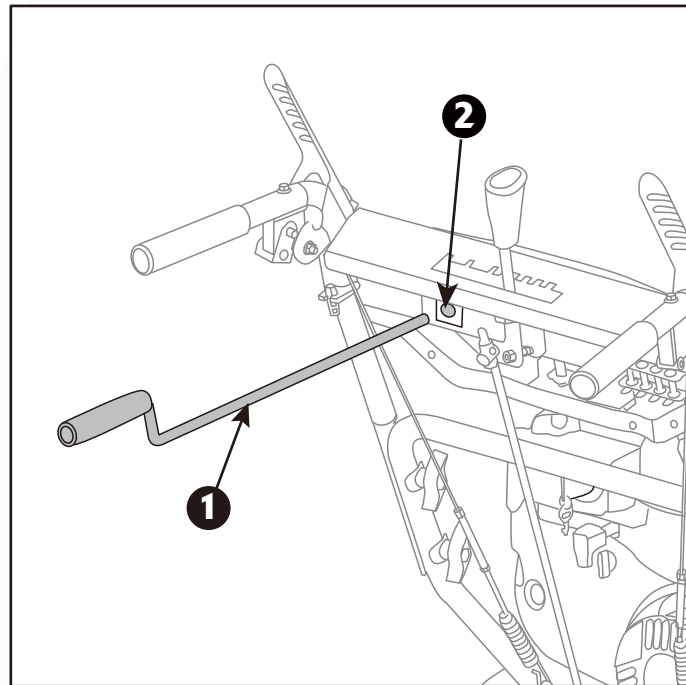

Figura 5B
4. Inserte la palanca de rotación del conducto de descarga a través del agujero debajo del panel de control. (Figura 5B)